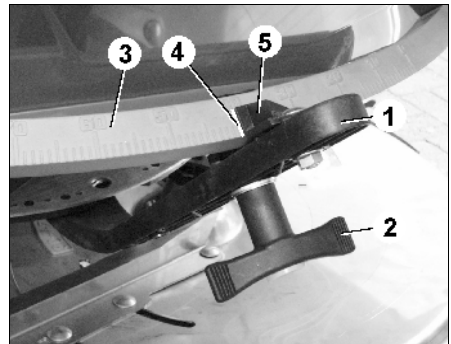

Fig. 30
- Flügelmutter (Fig. 30/3) lösen.
- Die erforderliche Schieberstellung auf der Skala (Fig. 30/2) aufsuchen.
- Die Ablesekante (Fig. 30/6) vom Stellhebel-Zeiger (Fig. 30/5) auf den Skalenwert einstellen.
- Flügelmutter (Fig. 30/3) wieder fest anziehen.